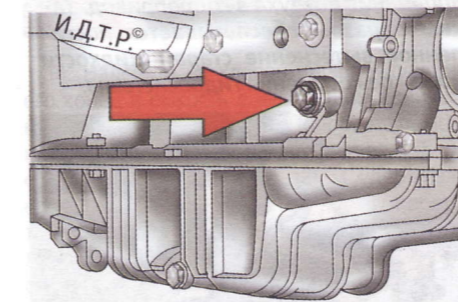

Рис. 4.16. Заглушка отверстия для установки фиксирующего стержня коленчатого вала
11. Выверните заглушку, расположенную в передней части блока цилиндров справа (рис. 4.16), и установите в открывшееся отверстие фиксирующий стержень до упора в коленчатый вал. Осторожно проверните коленчатый вал за болт крепления его шкива до момента остановки вала фиксирующим стержнем.